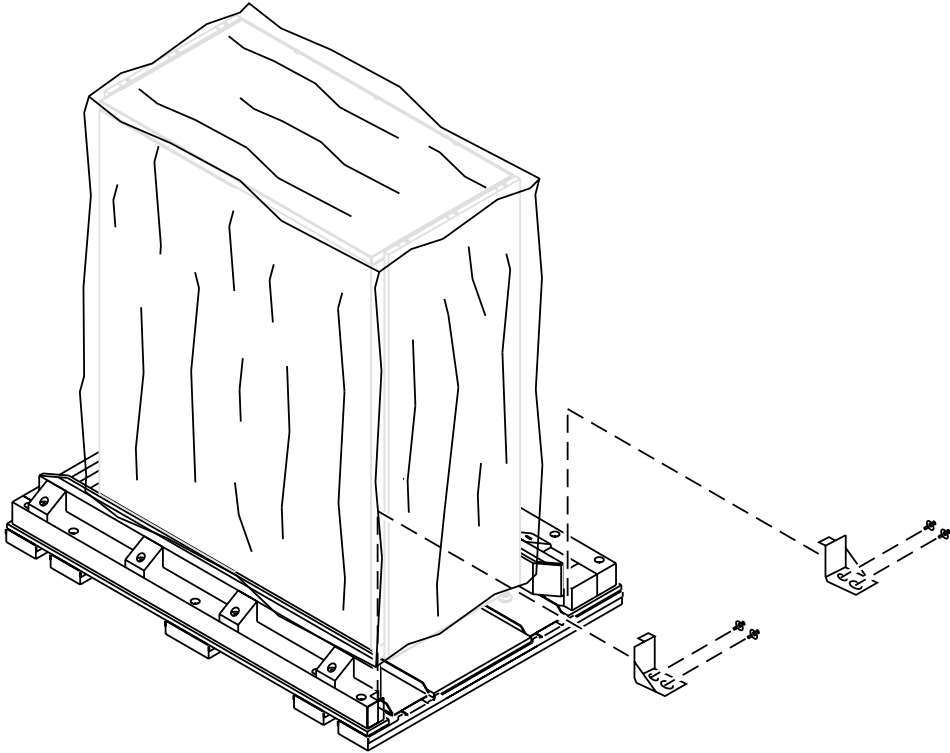

図4-7: ストップブロックの取り外し
12. ライブラリの下右側から、2個のストップブロックを取り外します（図4-7を参照）。